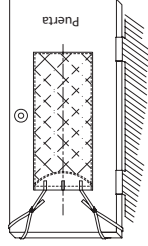

Figura 4
2. Conecte las dos barras de soporte en el centro para formar una sola barra, luego inserte la barra completa dentro de la abertura en la parte superior de la almohadilla de planchado, verificando que esté bien insertada (Figura 4).